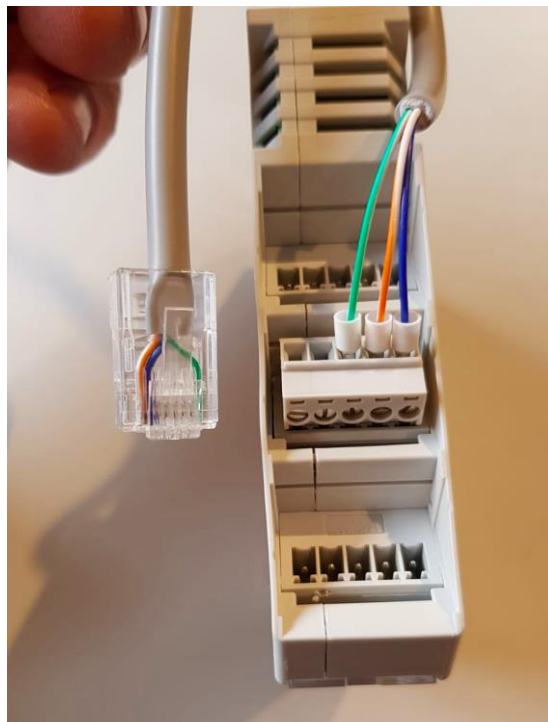

Figura 1: Conexión RJ45 al controlador UMC
2. Corte un terminal del cable e identifique los cables verde / blanco, naranja / blanco y azul. Como se muestra en la Figura 1, estos cables están conectados en el bloque de terminales etiquetado como "UART2". El cable verde / blanco debe conectarse en el pin central con la etiqueta "GND". El cable naranja / blanco debe conectarse en el terminal etiquetado como "RX". El cable azul debe conectarse en el terminal con la etiqueta "TX". Confirme que los cables están en el lado derecho del controlador (cuando se mira desde enfrente) antes de continuar.